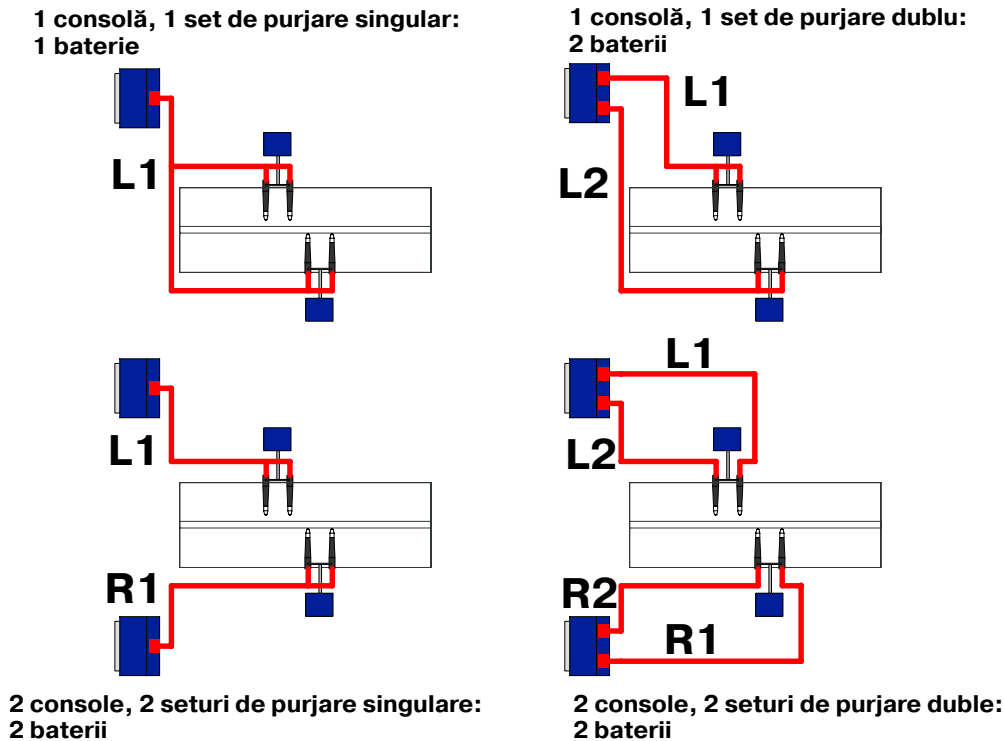

Figura 3-33 Posibilități baterie purjare duză Versa-Spray
5. Setează **numărul de baterii** dorit: 1, 2 sau 4. Aceasta depinde de numărul și tipul de seturi de purjare pe care le-ați instalat în consolele iControl. A se vedea Figura 3-33.
6. A se vedea Figura 3-33. Atribuiți **pistoale bateriilor** atingând câmpul bateriei pentru pistol. Atingerea câmpului duce la comutarea pornit sau oprit a atribuirii bateriei.
Atribuirile bateriilor depinde de numărul de baterii stabilite la Pasul 5 și de amplasarea fizică a pistoalelor. Posibilitățile sunt prezentate în următorul tabel și în Figura 3-33.